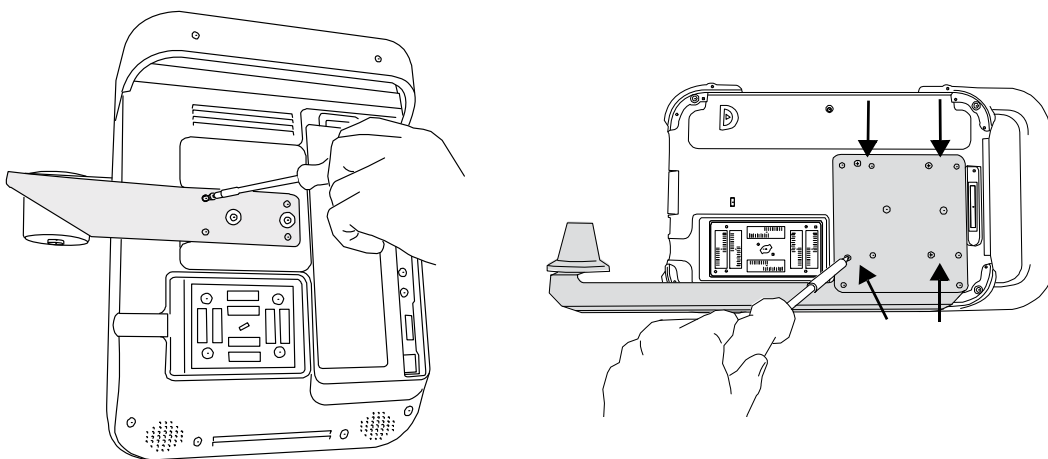

Figura 2 Avvitare le viti sul portatrasduttore: S Series (sulla sinistra) e NanoMaxx (sulla destra)
- 2 Utilizzando un cacciavite Phillips, serrare le quattro viti. Vedere **Figura 2**.
- ❖ Utilizzando un cacciavite Phillips, allentare le quattro viti sul lato posteriore del portatrasduttori. Vedere **Figura 2**.